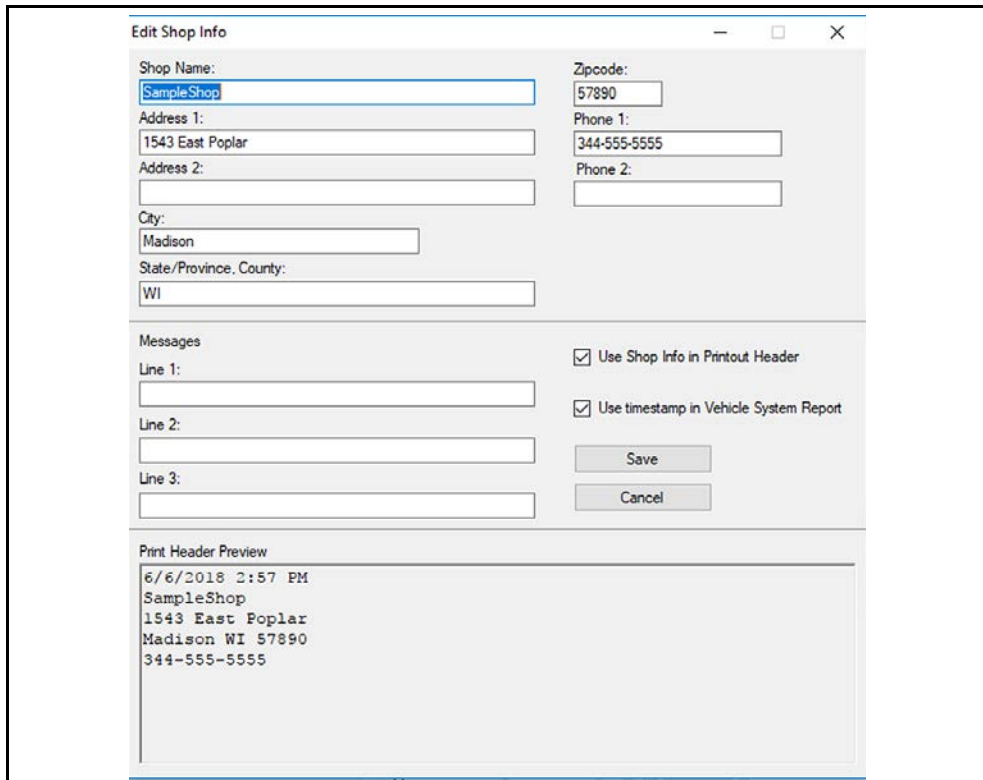

Abbildung 6-13
2. Das Dialogfeld „Shop Info“ (Werkstattinfo) wird geöffnet (Abbildung 6-13). In diesem können Sie den Namen, die Adresse und die Telefonnummer Ihrer Werkstatt eingeben. Diese Informationen werden dem Bericht als Kopfzeile hinzugefügt.
In der Vorschauanzeige im unteren Bereich des Dialogfelds wird angezeigt, wie die Informationen auf einem Ausdruck aussehen (Abbildung 6-13).
3. Aktivieren Sie das Häkchen bei „Use Shop Info in Printout Header“ (Werkstattinfo auf Ausdruck verwenden), damit die Werkstattinformationen später auf dem Ausdruck zu sehen sind (Abbildung 6-13).
4. Aktivieren Sie das Häkchen bei „Use timestamp in Vehicle System Report“ (Zeitstempel in Fahrzeugsystembericht einfügen), damit Datum und Uhrzeit des Fahrzeugscans auf dem Ausdruck vermerkt werden (Abbildung 6-13).
5. Wenn Sie mit dem Bearbeiten fertig sind, klicken Sie auf Speichern (Abbildung 6-13), um die Informationen zu speichern und das Dialogfeld zu schließen.